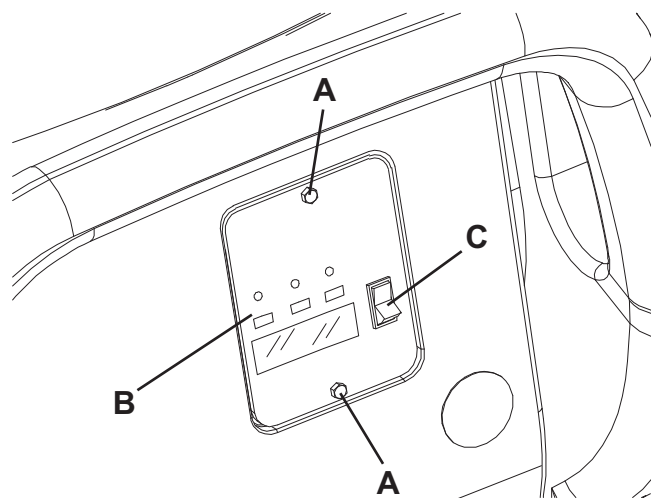

Рис. 1
1. Открутите винты окошка для проверки данных зарядного устройства (А, Рис. 1).